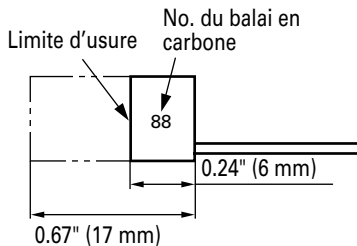

Fig. 7
3. Contrôle des balais en carbone (Fig. 7)
- Utiliser le balai en carbone HITACHI No. 88 indiqué sur la Fig. 7.